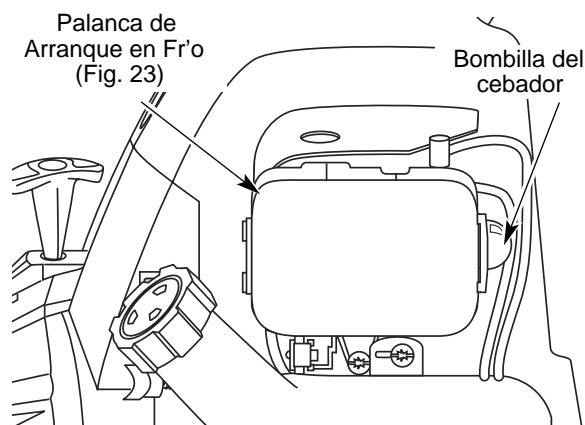

Fig. 21
3. Oprima completamente el cebador y suéltelo 10 veces. Hágalo lentamente. Se deberá ver un poco de combustible en el cebador y en las tuberías de alimentación de combustible (Fig. 21). Si no puede ver el combustible en el cebador, oprímalo y suéltelo tantas veces como sea necesario hasta que vea combustible en el mismo.